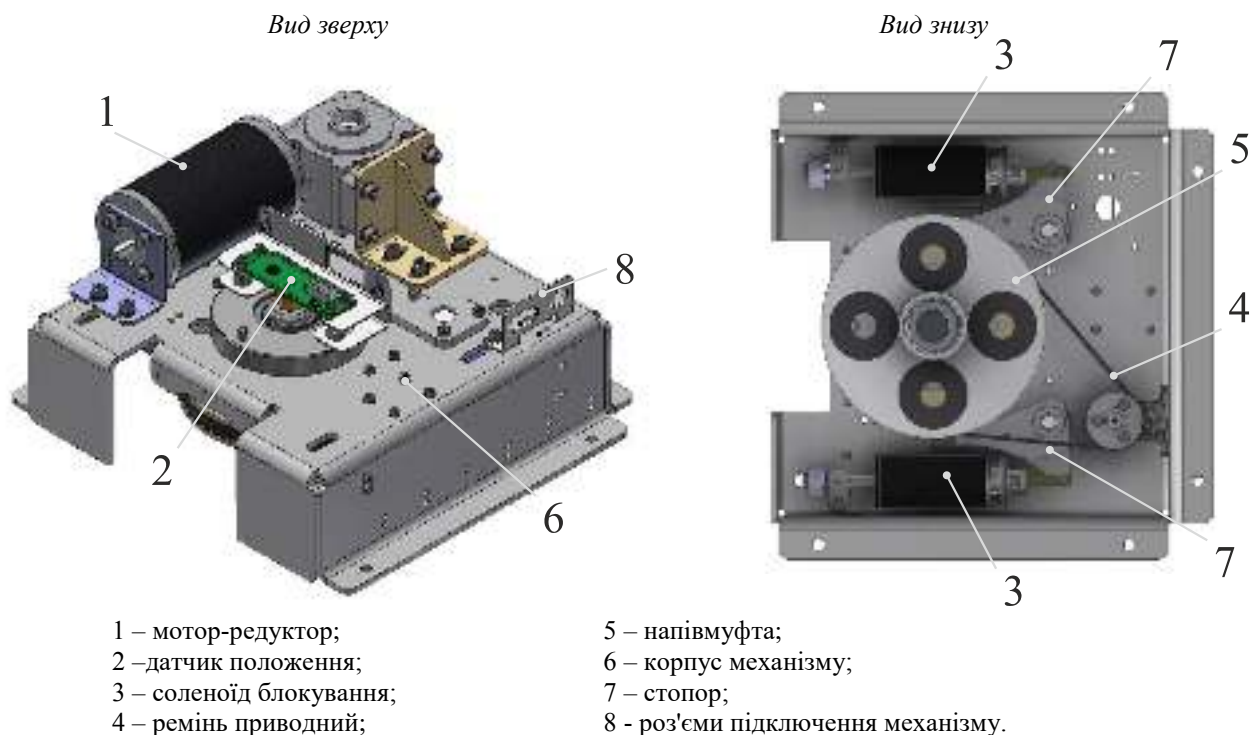

Рис. 5– Робочий механізм хвіртки турнікету
1.4.2.2 Конструкція механізму керування хврткою наведена на *рис. 5*. Сервопривід забезпечує поворот хвртки в одну або іншу сторону на кут 90° та автоматичний довід до вихідного положення після проходу через хвртку. Конструкція механізму керування хврткою складається з корпусу, на яких розміщуються основні елементи.